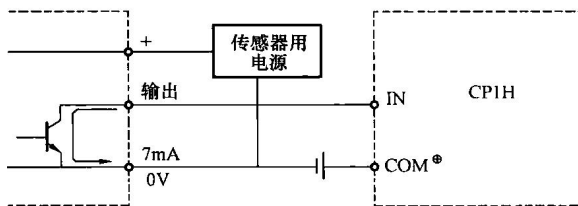

图 1-10 NPN 开路输出型传感器输入设备及其连接
- 3) NPN 开路输出型传感器输入设备及其连接，如图 1-10 所示。